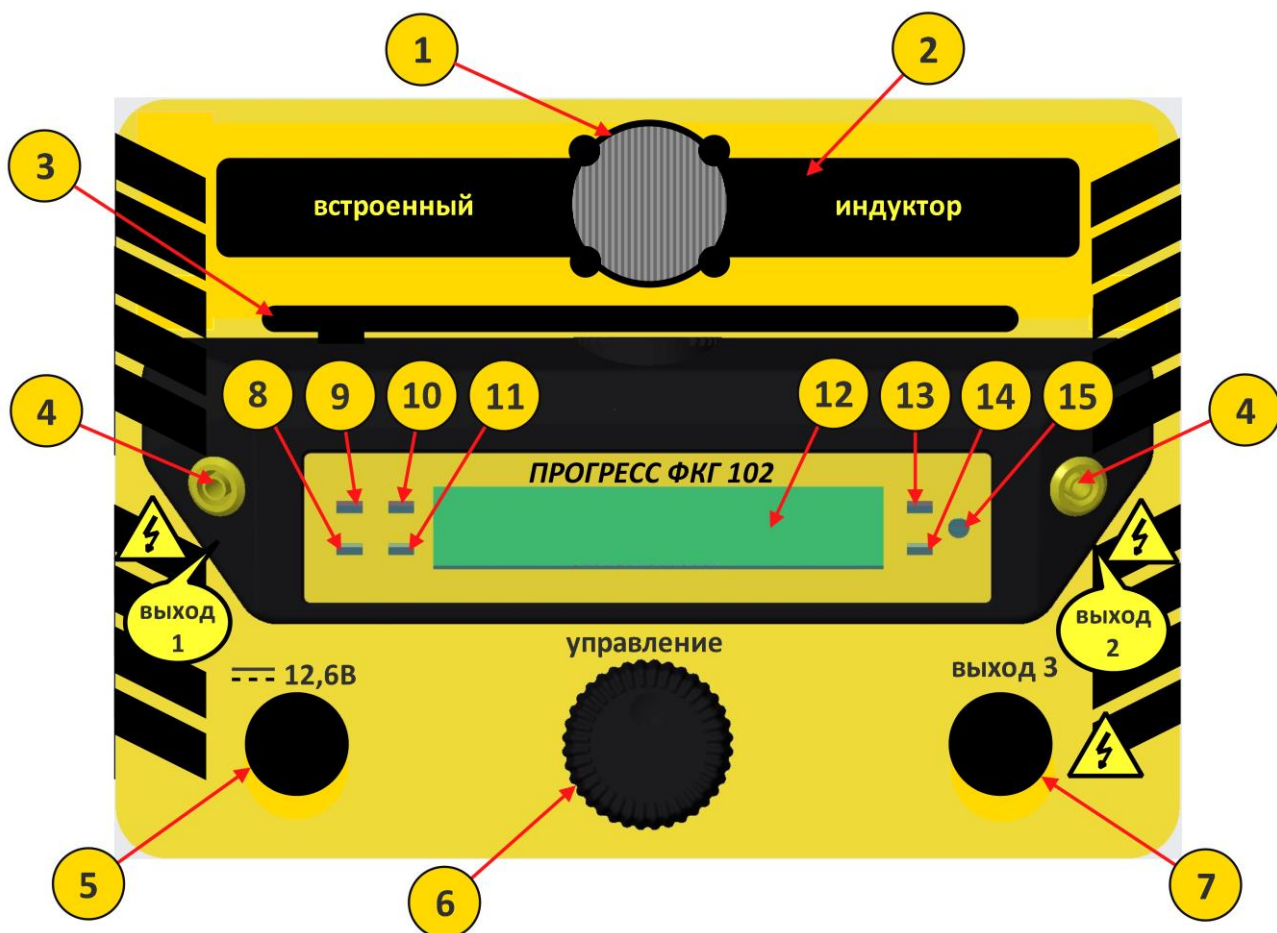

Рис. 1
6.2 Установите генератор на удобную поверхность. Подсоедините кабель внешнего питания. Это может быть переносной аккумулятор или клеммы штатного аккумулятора 12В транспортного средства. Соблюдайте полярность подключения. В случае неверной полярности при подключении, повреждения генератора не произойдёт, устройство не включится, при этом будет светиться индикатор 9, рисунок 1. Достаточно сменить полярность на правильную и произвести повторное подключение.
6.3 Включите генератор удерживая кнопку валкодера до появления информации на матричном дисплее 12, рисунок 1. Оператор увидит первый пункт меню – индикатор сопротивления. Если к генератору не подключена внешняя нагрузка, то индикатор будет показывать сопротивление >5000 Ом. В этом случае работа генератора будет вестись на встроенный индуктор и в поле выбора частот будут представлены только две заранее установленные частоты, между которыми можно переключаться, но нельзя изменять. Если к генератору будет подключена внешняя нагрузка, то индикатор покажет фактическое сопротивление нагрузки.
6.4 Произведите соединение генератора со штырём местного заземления, соединив первый проводник из комплекта с одной из однополюсных розеток 4, рисунок 1, другой конец проводника присоедините к штырю.
провода присоедините к подземной коммуникации. При подключении к трубопроводу предварительно зачистите от краски и ржавчины место размещения магнитного контакта при помощи напильника. Если это кабель, то проводник соединяется с кабелем посредством зажима типа «крокодил». При надёжном контакте будет загораться индикатор 14, рисунок 1. Если после соединения контакт нарушается, генератор будет подавать звуковой сигнал о разрыве цепи.